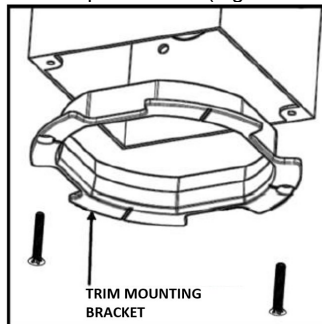

Figure 11
Étape 2. Prenez la garniture du support de montage et fixez-la à la boîte de jonction avec les vis à tête plate fournies comme indiqué dans les (Fig. 11 et 12).
Remarque : La garniture doit être orientée de manière à ce que le centre des ressorts de friction s'aligne avec les encoches de l'indicateur d'orientation sur le support de montage (voir Fig. 11). Poussez soigneusement la garniture vers le plafond jusqu'à ce qu'elle soit complètement installée avec l'anneau de garniture au ras du plafond.